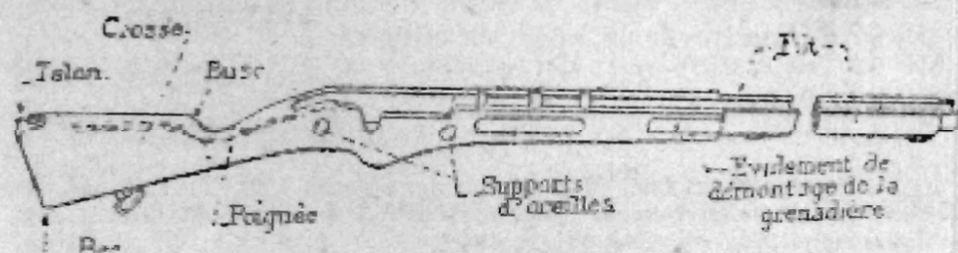

Fig. 18. — Monture.
17. La monture (fig. 18) est en bois, d'une seule pièce; elle comprend : le fût, avec l'évidement pour le démontage de